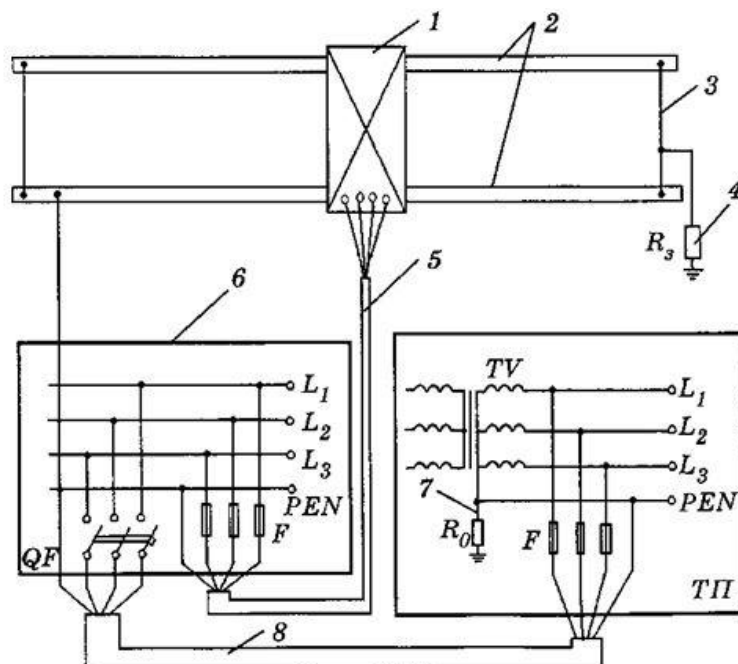

Рис. 3. Защитное заземление (защитное зануление) крана, установленного на открытом воздухе и питающегося по гибкому кабелю.
Для схемы, приведенной на рис. 3, определить максимальные и минимальные значения токов при трехфазном КЗ в точках К1 и К2. Исходные данные для расчёта приведены в табл. 2.
8. Назовите элемент 1, изображенный на рис. 3: